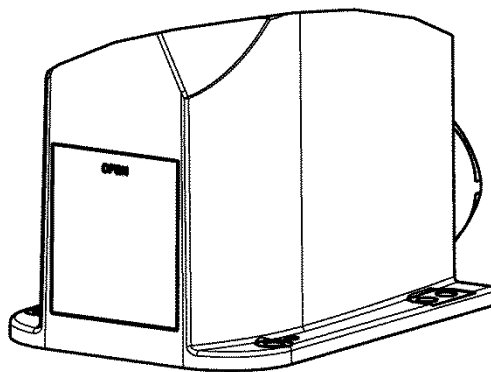

図 8.3 バッテリーボックス配置図
- 4) バッテリーボックスのカバー（図 8.3 バッテリーボックス配置図参照）を外してください。下記の写真のようにテストの端子を当て電圧を測定し、電圧が 4.5V 程度あることを確認してください。電圧が低い場合は嵌合不良の可能性があります。バッテリーを一度取外し、バッテリーボックスのバッテリーが接触する金具をウェスで拭き、再びバッテリーを戻してください。再びテストで測定を行い電圧が 4.5V 程度であれば手順 3) を再び行って下さい。